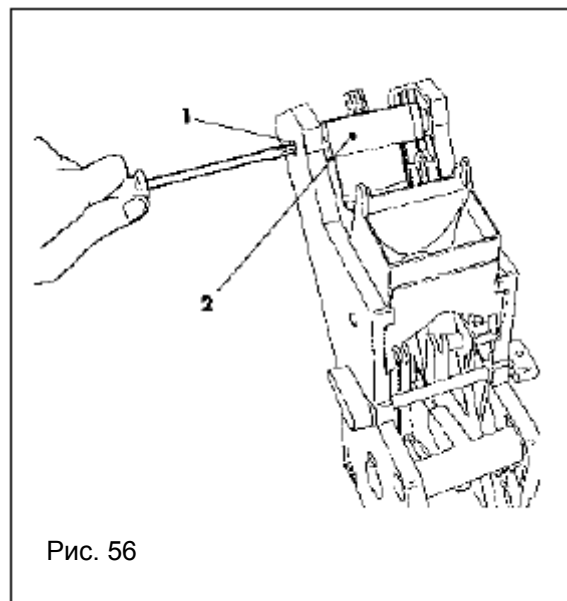

Рис. 56
- открутите двусторонние винты (1, рис. 56) и выньте стопор верхнего поршня (2).